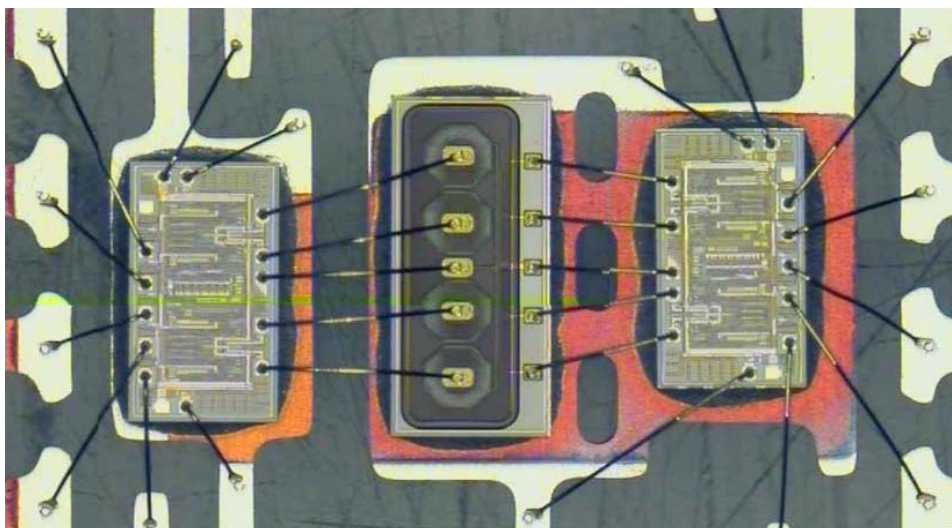

図1.ADuM140x クワッド・アイソレータ
*iCoupler*アイソレーションチャンネルは、CMOSの入出力回路とチップ・スケール・トランス(図 1)から構成されています。すべてのアプリケーションで、*iCoupler*はグラウンドを共通にしない 2 つの別々の電源から電力が供給されます。すべての電源オン状態を理解するためにはデザイン時に様々な状況を考慮する必要があります。